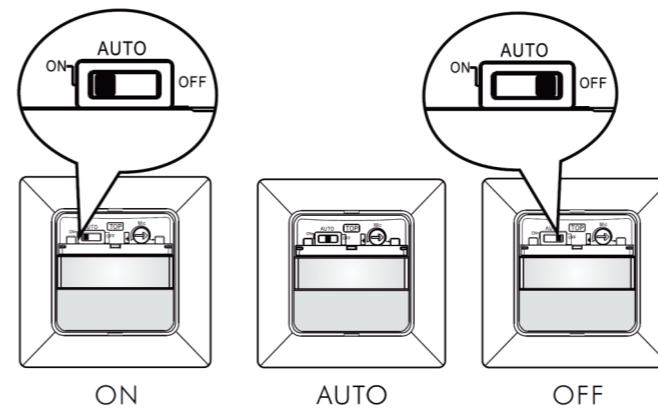

Figure 13
4.1.2 Fonctions de l'interrupteur à coulisse. (Voir figure 13).